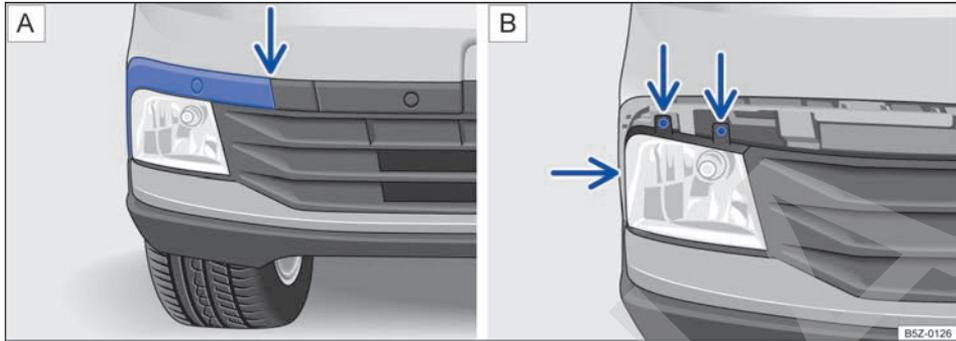

Fig. 174 En el parachoques delantero: **A** desinstalar la moldura del farol de neblina y **B** retirar los tornillos del farol de neblina.
Desencajar la moldura, con cuidado → , primero del lugar indicado por la flecha → **fig. 174 A**. Desmontar completamente para acceder a los tornillos del farol de neblina.
4. Retirar los tornillos indicados por las flechas → **fig. 174 B**.
14. Volver a colocar los tornillos indicados por las flechas C → fig. 174 B, para fijar el farol de neblina.
15. Volver a colocar la moldura de izquierda a derecha → fig. 174 A.